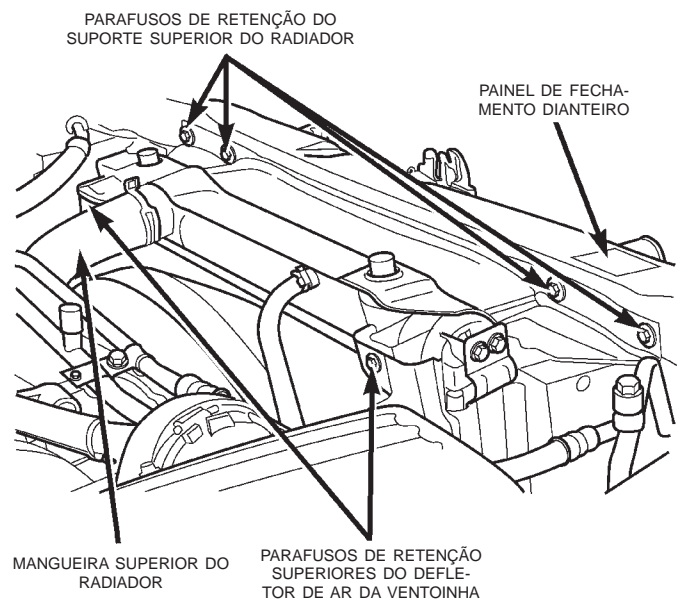

Fig. 14 Suporte Superior do Radiador
(16) Retire os parafusos de retenção do suporte superior do radiador (Fig. 14) e remova o suporte do veículo.